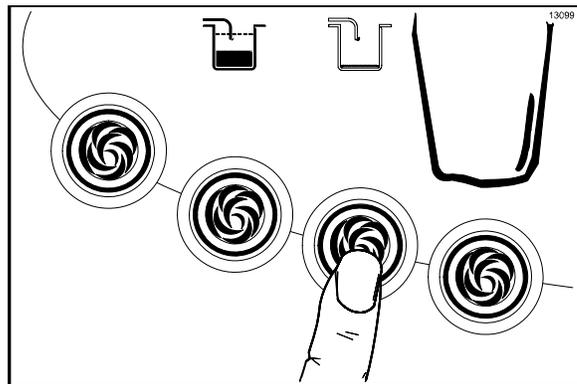

図51
10. 選択するシロップフレーバーのキーを押します。選択したキーが点灯し、シロップポンプが最高速度で作動します(図51を参照)。